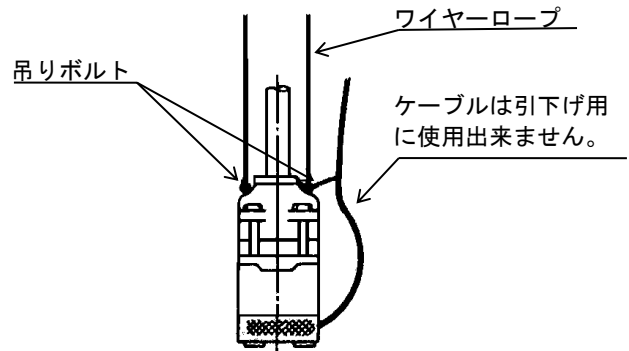
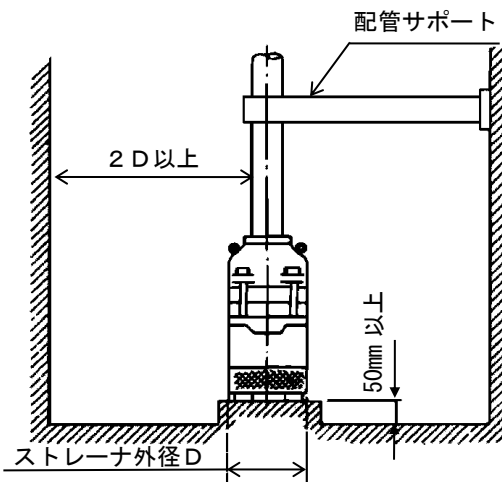

図 10
図 12
- (1) ポンプ据付の前に、絶縁抵抗を測定してください。モータおよびケーブル(電源接続部を除く)を水に浸した状態で、大地および接地線(18.5kW以上はモータフレームに接地用端子を設けております)と各相間の(スターデルタ始動の場合はさらに各々の相間の)絶縁抵抗を、測定してください。絶縁抵抗値はモータ出力15kW以下の場合は20MΩ以上、18.5kW以上の場合は100MΩ以上あれば、良好な状態です。尚、この時ケーブルの芯線部分は地面から離して測定します。
- (2) 据付ならびに移動時には、ケーブルを絶対に引っばらないでください。吊りボルトにワイヤーロープ等を結び、吊り上げてください。(図10参照)。ポンプ質量は、外形寸法図に明示しております。
- (3) ポンプは、横置きあるいは宙吊りでの使用はできません。底に立置きでご使用ください。
- (4) ポンプの運転水位には十分注意し、ポンプが空運転しないように水位設定をしてください。始動可能な最低水位以下で始動したり、運転可能な最低水位以下で運転すると、揚水不能、ポンプ軸受けの損傷及びモータの焼損を引き起こしますので、絶対に避けてください。またこの他に、貯水槽水位は、消防法に定める有効水量を確保する必要があります。
- (5) ポンプはできるだけ槽内の乱流のない中央部に設置し、点検のための蓋(点検口、マンホール等)の真下に設けてください。ポンプ中心から水槽壁面までの距離は、ポンプストレーナの2倍以上となるよう設置してください。また、ポンプ台を設けるなどして、ポンプは水槽底面から50mm以上の位置に設置してください(図12参照)。